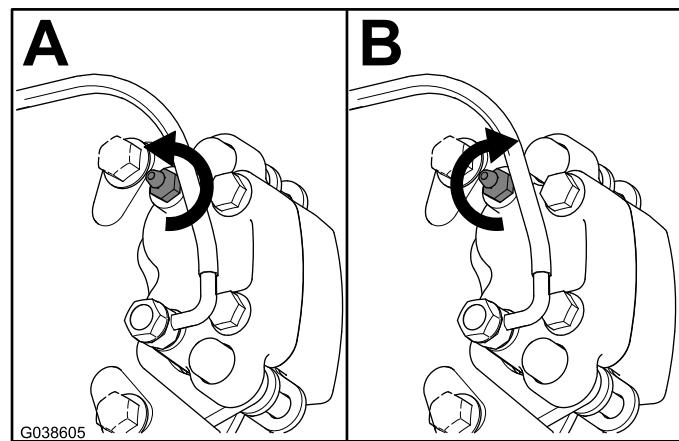

図 11
2. ブレーキペダルをいっぱいに踏み込んだ状態で、ブリードねじを  $1/4$  回転ゆるめる 図 11。
3. ブレーキペダルをいっぱいに踏み込んだ状態で、ブリードねじを  $1/4$  回転締め付ける 図 11。